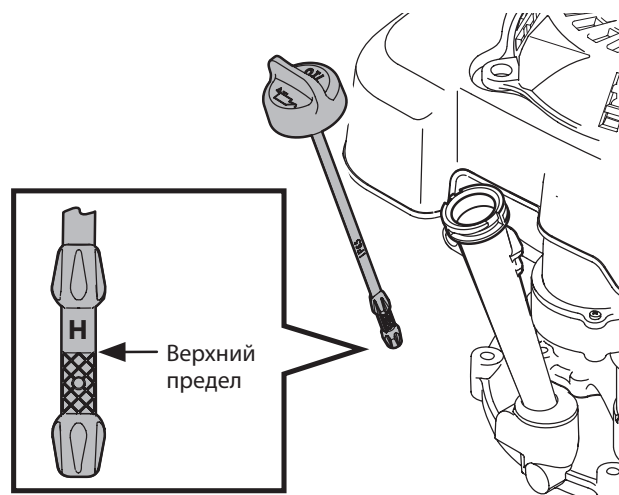

Рисунок 2
- Следите за тем, чтобы уровень масла на щупе был на верхнем пределе (рис. 2).
1. Снимите крышку маслозаливной горловины и протрите щуп (рис. 2).
3. Открутите и снимите крышку маслозаливной горловины. Обратите внимание на уровень масла: если показания масляного щупа ниже верхнего предела, медленно доливайте масло до достижения верхнего предела (рис. 2 на вставке).